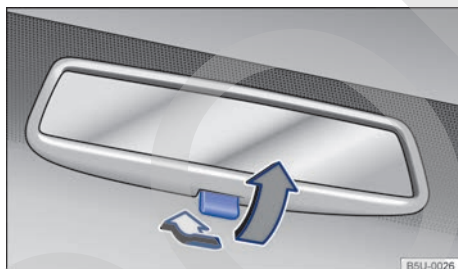

Fig. 69 En el parabrisas: espejo retrovisor interior antideslumbrante manual.
- Posición de noche: tirar de la palanca → fig. 69 (flecha gris), para evitar el deslumbramiento de los faros de los vehículos que circulan detrás.